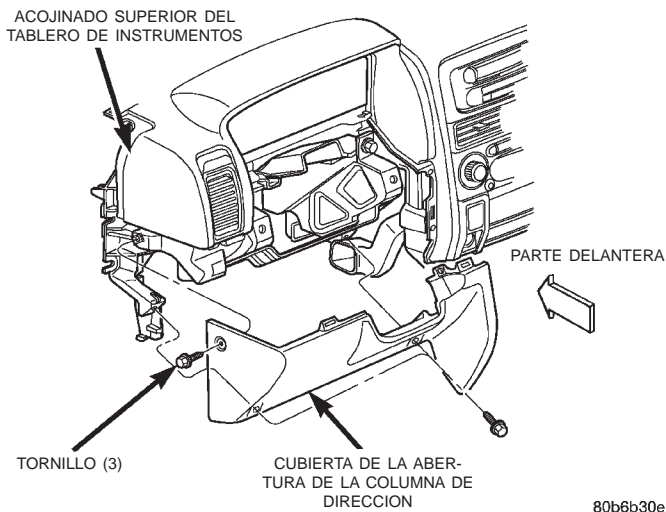

Fig. 8 Desmontaje e instalación de la cubierta de la abertura de la columna de dirección
(1) Desconecte y aisle el cable negativo de la batería.
(2) Retire la tapa de fusibles del tablero de conexiones debajo del tablero de instrumentos. Para informarse sobre los procedimientos, consulte **Cubierta de fusibles del tablero de instrumentos** en la sección Desmontaje e instalación de este grupo.
(3) Retire el marco del grupo de instrumentos del tablero de instrumentos. Para informarse sobre los procedimientos, consulte **Marco del grupo de instrumentos** en la sección Desmontaje e instalación de este grupo.
(4) Retire el tornillo que fija el extremo exterior de la cubierta de la abertura de la columna de dirección a la tuerca U en el acojinado superior del tablero de instrumentos (Fig. 8).